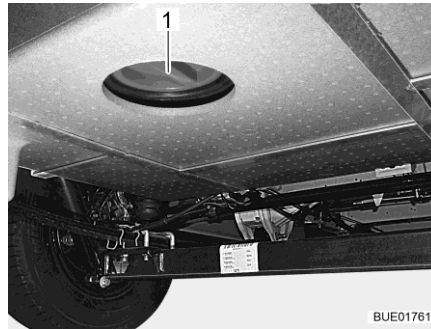

Bild 198 Reinigungsoffnung (Abwassertank)
- Reinigungsoffnung (Bild 198,1) am Abwassertank und den Ablasshahn öffnen.